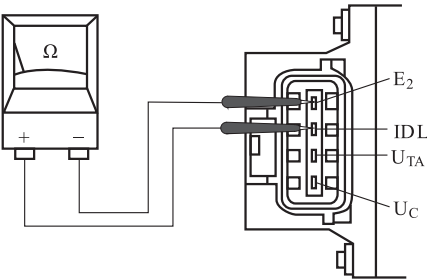

图 4-14 传感器怠速端子电阻检查
1) 测量怠速端子电阻。关闭点火开关，拔下节气门位置传感器导线插接器，用万用表的电阻档检查导线插接器上 IDL 触点的导通情况，如图 4-14 所示。当节气门全关闭时， $IDL - E_2$ 端子间应导通，电阻为零；当节气门打开时， $IDL - E_2$ 端子间不导通，电阻应为无穷大；否则应更换节气门位置传感器。